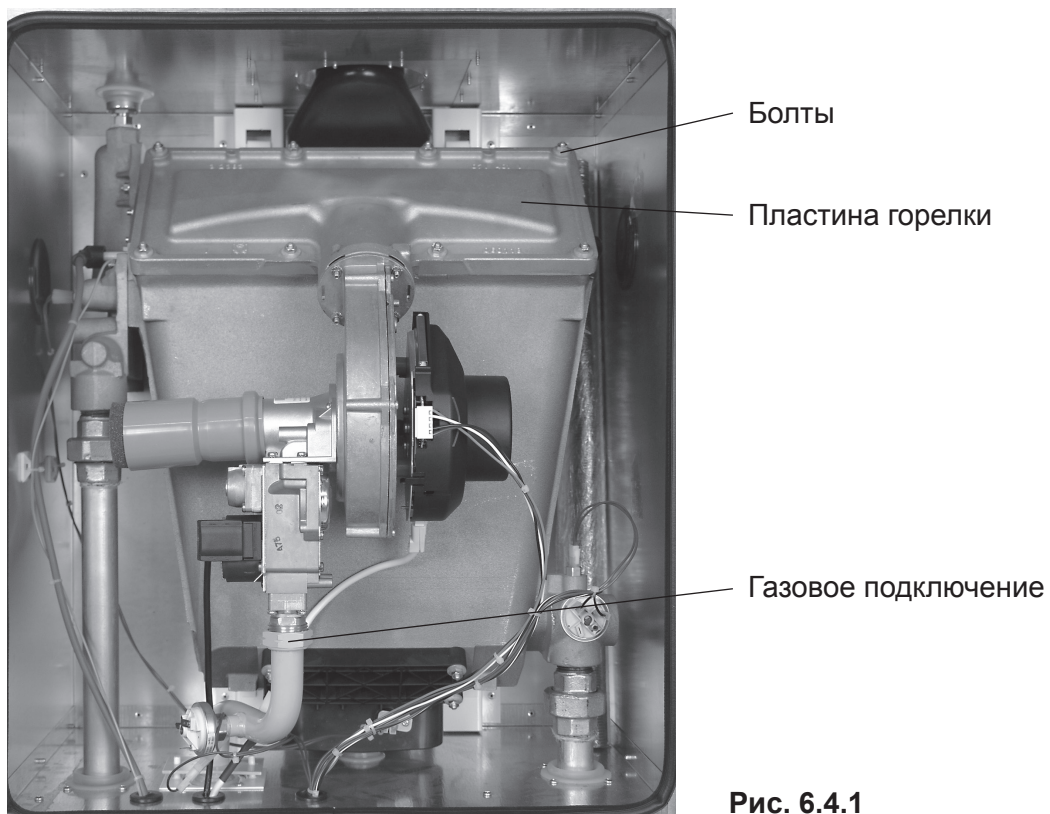

Рис. 6.4.1
- Открутите резьбу подающей линии газового соленоидного клапана (рис. 6.4.1, см. на следующей стр.)
- Отсоедините пластину горелки на болтах (рис.6.4.1)